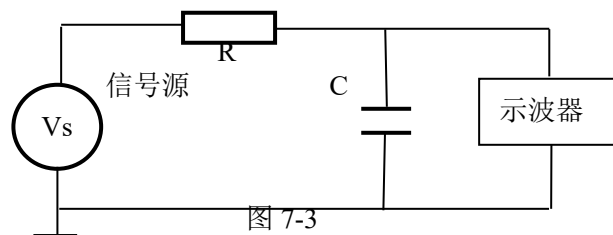

图 7-3
1) 按图 7-3 接线。选择电容 $C=0.01\ \mu\text{F}$ ，调节函数发生器使其输出方波信号、信号频率为 $f=500\text{Hz}$ ，电压输出到合适的幅度， R 的电阻值分别调整为 $1\text{k}\Omega$ 、 $20\ \text{k}\Omega$ 、 $100\ \text{k}\Omega$ ，按动示波器 ‘AUTOSET’ 按钮，调节示波器的 Y 轴衰减倍率旋钮 (VOLTS/DIV) 及 X 扫描速度旋钮 (SEC/DIV)，观察示波器显示的波形。